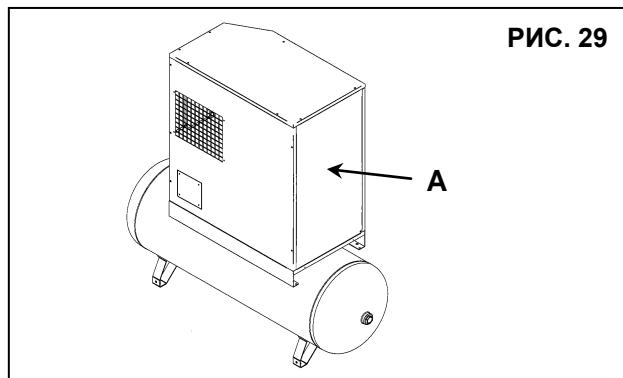

РИС. 29
- Установите стационарное защитное устройство с помощью предохранительных винтов (поз. А, Рис. 29).